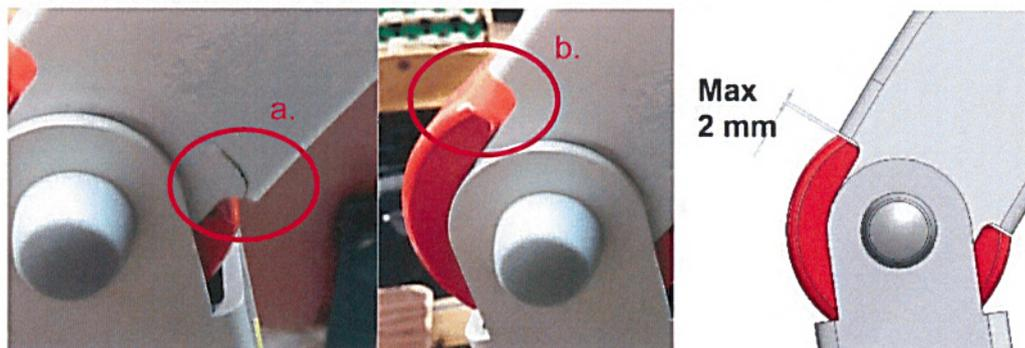

Figura 2 Formazione di crepe (punto a) e gioco eccessivo fra braccio di sollevamento e parte rossa (punto b).
- A. Verificare se sono presenti crepe, vedere figura 2, punto (a).
- B. Verificare se il gioco fra la parte rossa e il braccio di sollevamento è superiore a 2 mm, vedere figura 2, punto (b).